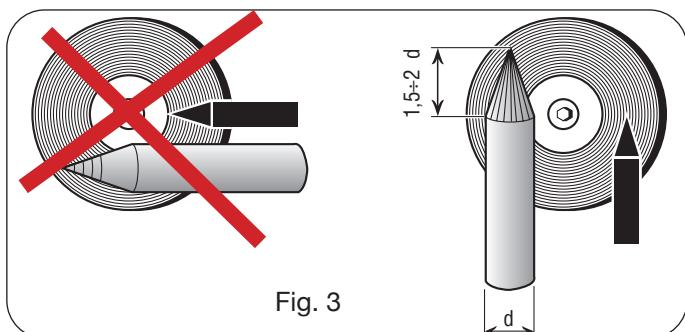

Fig. 3
Une attention particulière doit être prêtée à la préparation de la pointe de l'électrode. La meuler de façon à ce qu'elle présente des rayures verticales, comme indiqué dans la fig. 3.
• Meuler l'extrémité de l'électrode de tungstène en forme conique pour une longueur de 1,5 à 2 fois le diamètre de l'électrode. (fig. 3)